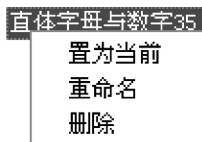

图9-7 快捷菜单
①在**【文字样式控制】**下拉列表框的  样式 1 命令中选择需置为当前样式的文字样式。
②选择**【格式】**→**【文字样式】**命令，打开**【文字样式】**对话框，在**【样式】**列表框中选择需置为当前样式的文字样式，然后单击  按钮。
③打开**【文字样式】**对话框，在**【样式】**列表框中需置为当前样式的文字样式名称上单击鼠标右键，在弹出的快捷菜单中选择**【置为当前】**命令，如图9-7所示。